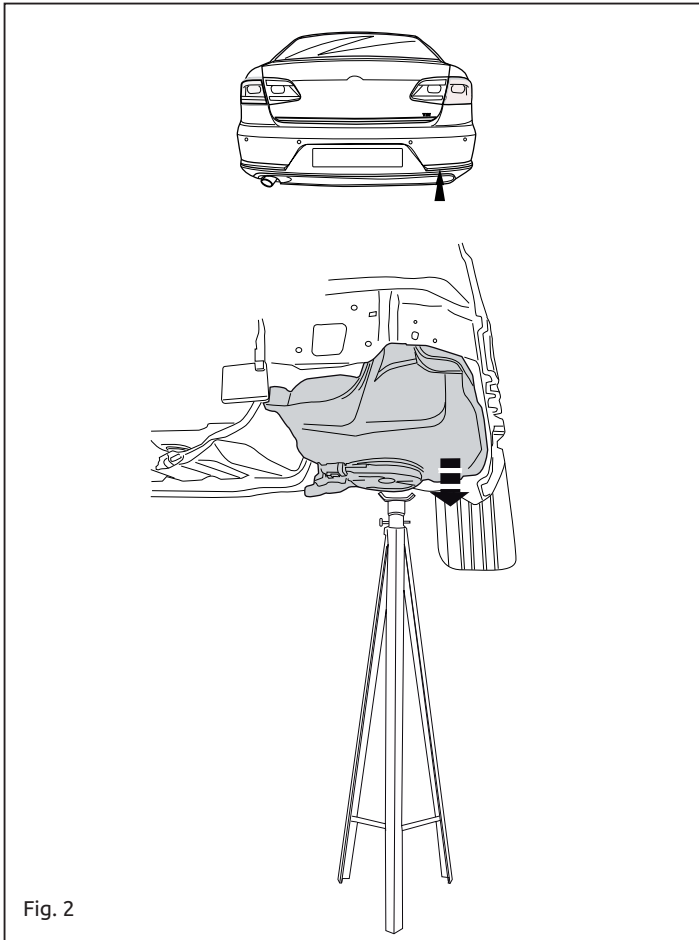

Fig. 2
4. **Если имеются:** Опустить AD-Blue баке. См. рисунок 2.